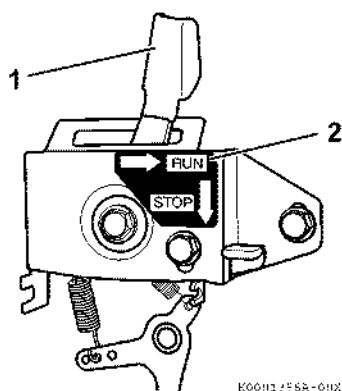

Рис. 54
- Установите рычаг регулировки оборотов двигателя (Рис. 54, (1)) в положение "RUN" ("РАБОТА") (Рис. 54, (2)).